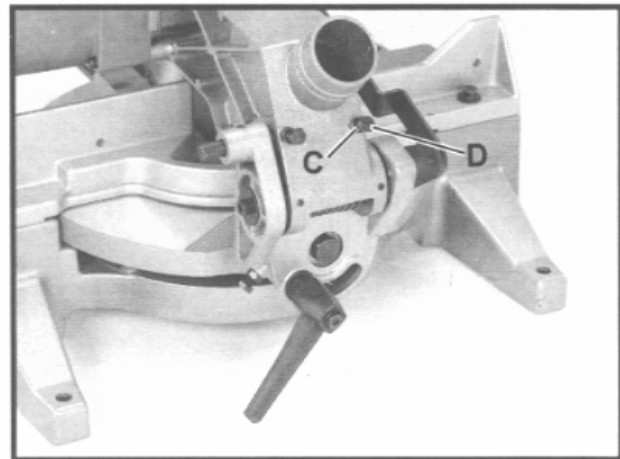

Fig. 19
2. Die Mutter (C) Fig. 19 lösen und die Rückzugfeder mittels der Einstellschraube (D) je nach Bedarf spannen oder lösen.
- 10 3. Die Mutter (C) wieder festziehen.